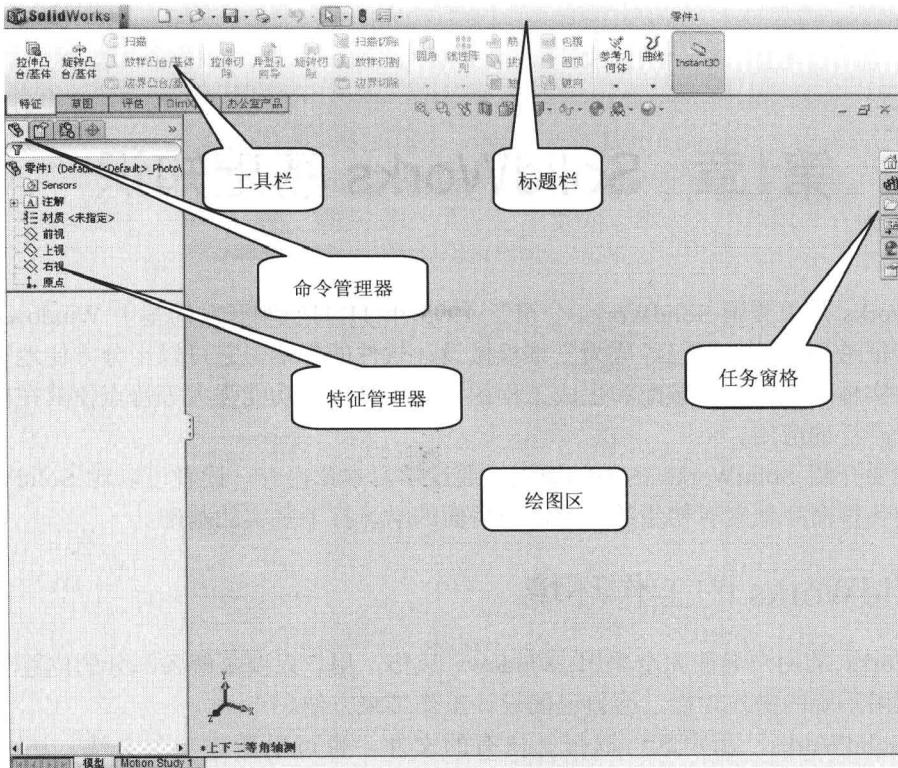

图1-2
(2) 单击 按钮，然后单击 确定 按钮，进入 3D 零件设计界面，其主要功能区如图 1-2 所示。